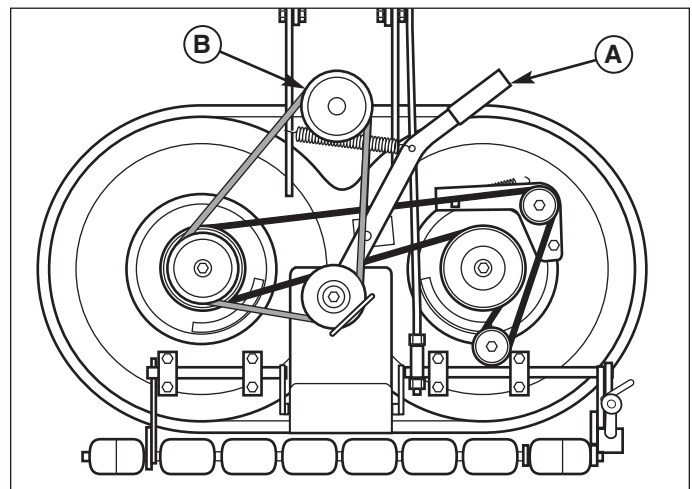

Abb. 10. Demontieren u. Montieren des Riemens
5. Die Riemenspannung mit dem Arm (A, Abb. 10) entlasten.
7. Siehe Abb. 10. Mit dem Zwischenhebel (A) die Riemenspannung lösen.
8. Den Riemen auf der Zapfwellenkupplungs-Riemenscheibe (B) montieren.